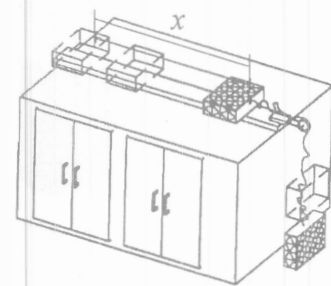

Figura 3
I.5 Registre la distancia x que recorre el bloque de madera (ver figura 3), y repita el punto anterior hasta llenar la tabla 1.